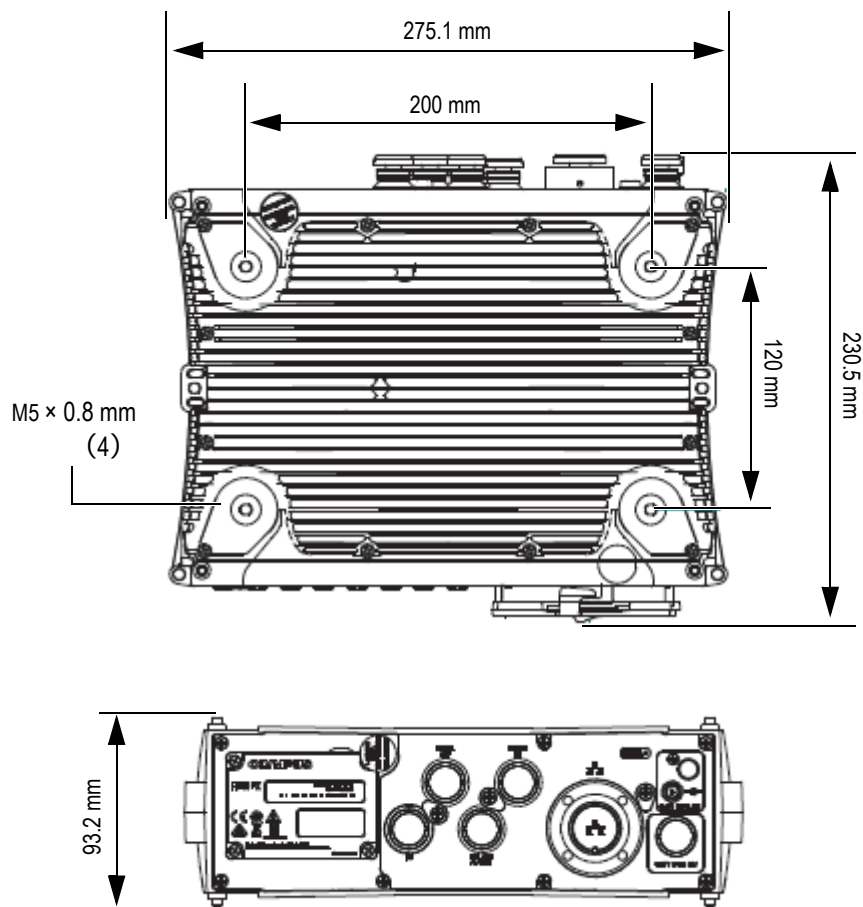

図 2-6 取り付けネジと測定値
- ◆ FOCUS PX 本体をスキャナーに取り付けるには、装置の上部と底部の両方のネジ穴に取り付けられている 4 本の M5 ネジを使用します (36 ページの図 2-6)。ネジの深さは 9 mm です。